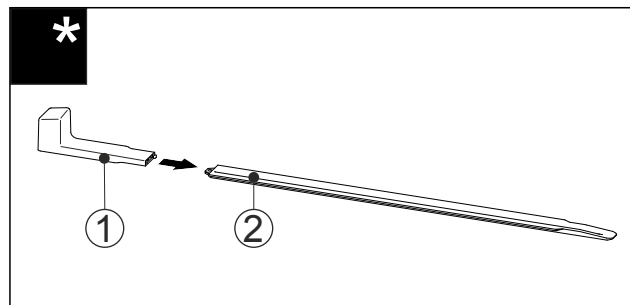

Fig. 56
- Nasuňte montážnu rukoväť Fig. 56 (1) na nivelačnú koľajničku Fig. 56 (2).